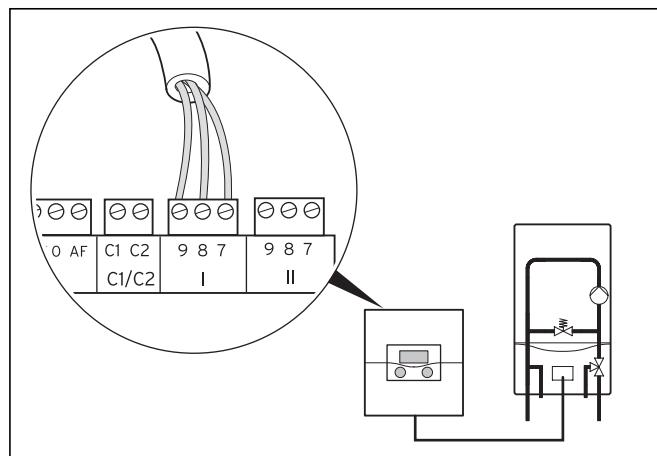

Рис. 5.1 Подключение отопительного аппарата
- Выполните соединительную проводку отопительного аппарата с помощью соединительной линии (мин. 3x0,75 mm2) (→ рис. 5.1).